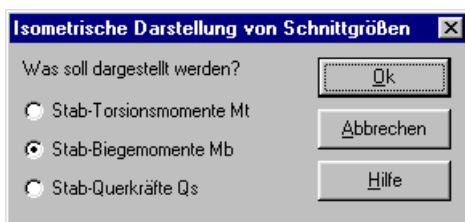

Bild 4-31 Optionsfeld "Isometrische Darstellung von Schnittgrößen"
- Wählen Sie "Stäbe" und dann "Isometrische Darstellung von Schnittgrößen" aus dem "Graphik"-Menü von *ELPLA-Graphik*. Das folgende Optionsfeld im Bild 4-31 erscheint